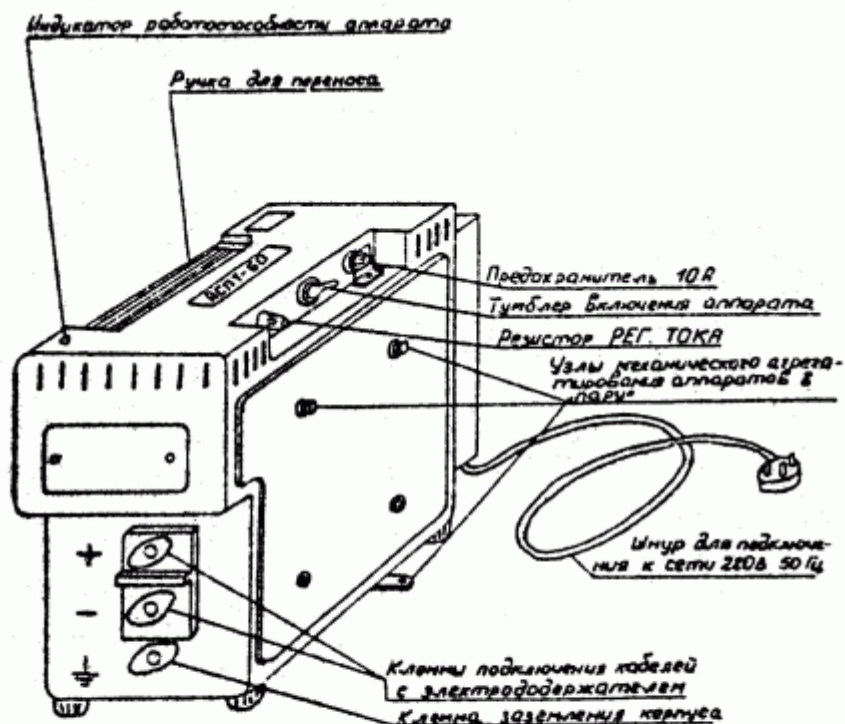

Рис. 1. Общий вид аппарата АСПТ-60
4.1.1.1. Общий вид аппарата приведен на рис.1.
На передней вертикальной панели аппарата расположены выходные клеммы для присоединения сварочных кабелей и клемма для заземления корпуса. Остальные узлы и детали указаны на рис.1.